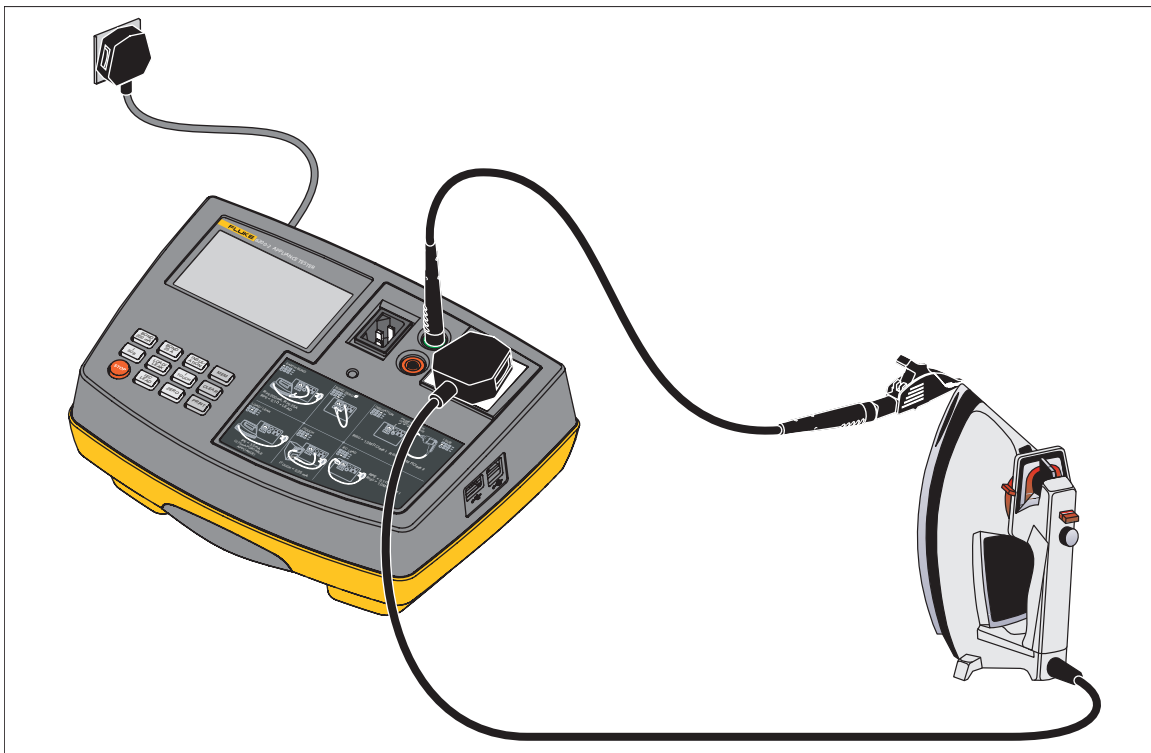

Abbildung 2. Anschlüsse für die Messung des Schutzleiterwiderstandes
1. Verbinden Sie den Prüfling und die Messleitung für die Schutzleiterwiderstandsmessung wie auf dem Tester dargestellt, siehe Abbildung 2. Verbinden Sie die Krokodilklemme mit einem freiliegenden leitfähigen Teil am Prüfling. Verwenden Sie die Sonde nicht für Messungen des Schutzleiterwiderstandes >10 A. Die Sonde ist nur für 10 A zugelassen.